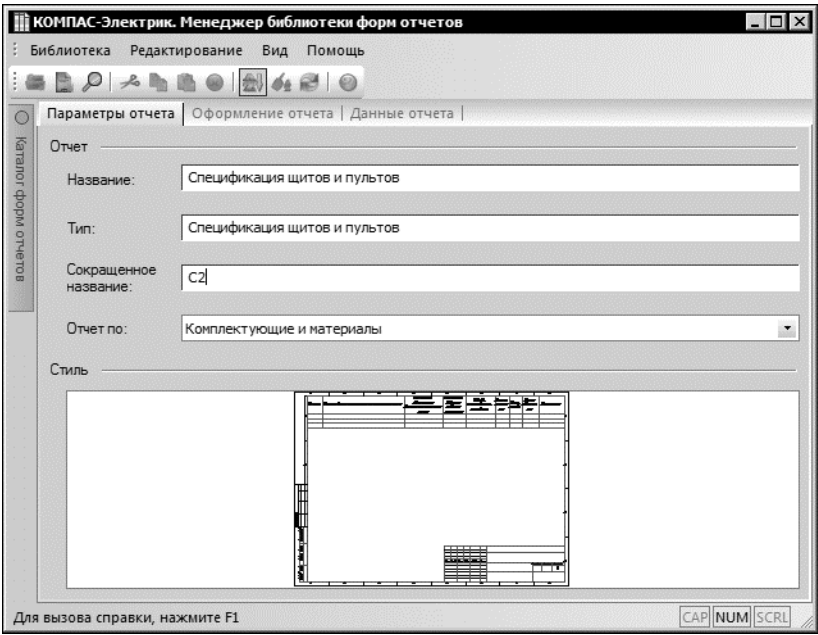

Рис. 14.1. Вкладка **Параметры отчета**
- ▼ **Параметры отчета** (рис. 14.1 на с. 154),
Ввод общих сведений об отчете (название и тип документа, тип данных, отображаемых в отчете) осуществляется во вкладке **Параметры отчета** диалога заполнения формы (рис. 14.1 на с. 154). В окне просмотра, находящегося на этой вкладке можно посмотреть выбранный стиль оформления первого листа документа и заголовок («шапку») отчета.